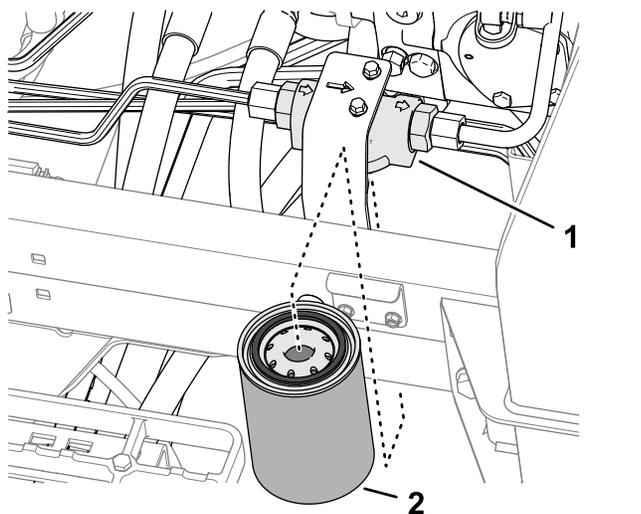

Figura 117
3. Sul lato sinistro della macchina, allineate una bacinella di spurgo sotto il filtro di carico (Figura 117).